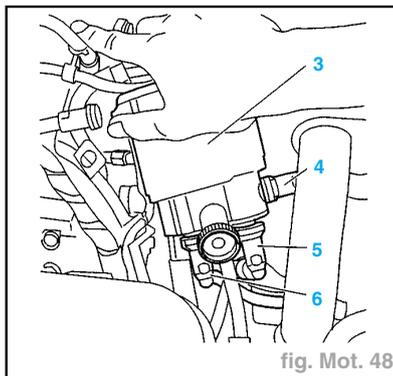

fig. Mot. 48
- Désaccoupler (fig. Mot. 48) :
- le tube (4),
- le tube (5),
- le tube (6).
- Déposer le filtre à carburant (3).